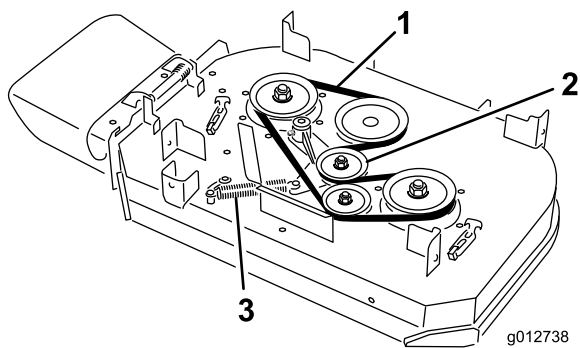

図 65
4. アイドラプーリのアームについているアンカーポストからスプリングを取り外す（図 65）。
5. ベルトを取り外す（図 65）。
6. デッキ・プーリとアイドラ・プーリに新しいベルトを掛け回す（図 65）。
7. アイドラプーリのアームについているアンカーポストにスプリングを取り付ける（図 65）。
4. アイドラプーリのアームについているアンカーポストからスプリングを取り外す (図 65)。
5. ベルトを取り外す (図 65)。
6. デッキ・プーリとアイドラ・プーリに新しいベルトを掛け回す (図 65)。
7. アイドラプーリのアームについているアンカーポストにスプリングを取り付ける (図 65)。
5. アイドラプーリのアームについているアンカーポストからスプリングを取り外す (図 65)。
6. ベルトを取り外す (図 65)。
7. デッキ・プーリ、クラッチプーリ、およびアイドラ・プーリに新しいベルトを掛け回す (図 65)。
8. アンカーポストにスプリングを取り付ける (図 65)。